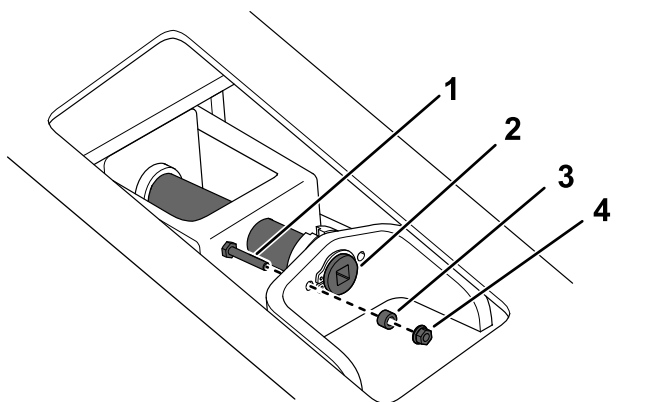

Рисунок 72
6. Удалите стопорный болт, проставку и гайку (Рисунок 72).
8. Совместите выемку на головке натяжного винта с ближайшим отверстием под стопорный болт и закрепите винт при помощи стопорного болта, проставки и гайки (Рисунок 72).
7. Используя ключ с храповым механизмом на $\frac{1}{2}$ дюйма, ослабьте натяжение привода, вращая натяжной винт по часовой стрелке (Рисунок 72 и Рисунок 74).